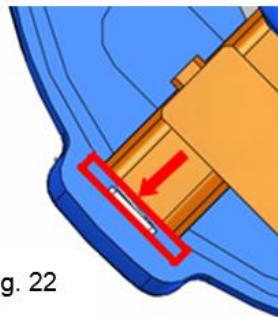

Fig. 22
- Auf richtigen Sitz achten (Fig. 22)